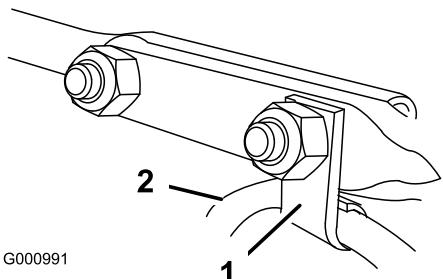

Figure 11
- Insérez le serre-câble qui supporte le câble du déflecteur sur le boulon avant et fixez les boulons au moyens de contre-écrous fournis dans le sachet de pièces détachées (Figure 11).